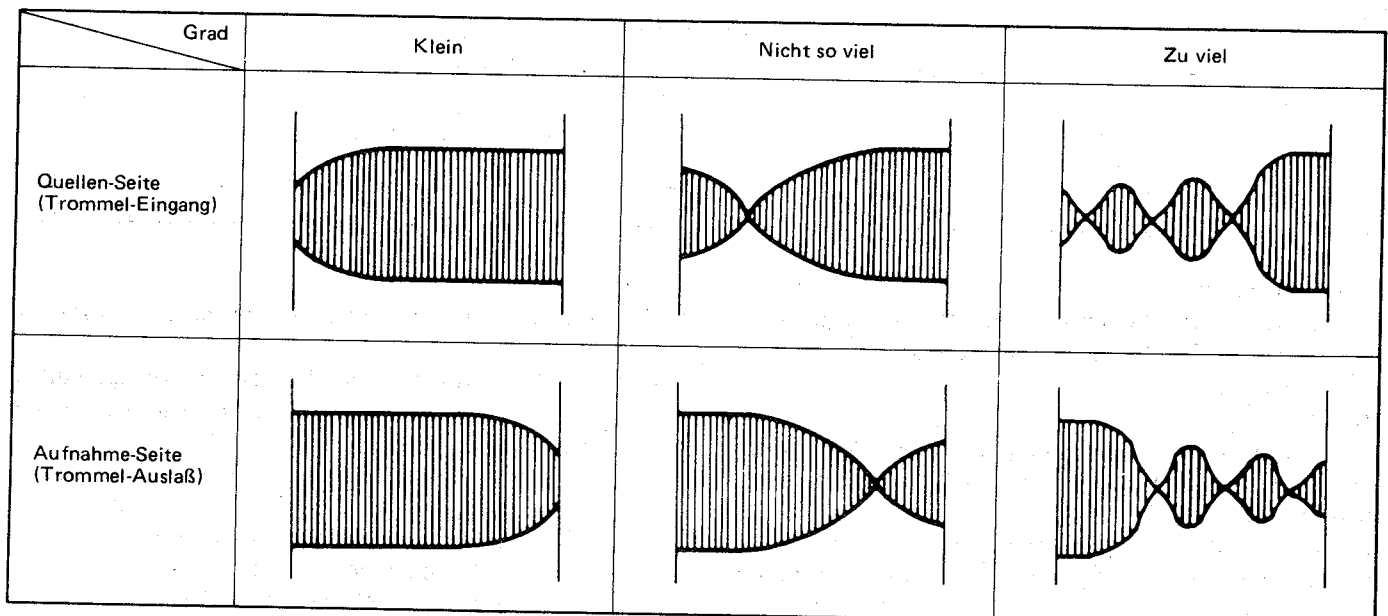

Abbildung 65.
3. Indem man auf die Hülle sieht, die Höhe der Führungswalze einstellen, damit das Band entlang der Trommel-Führung läuft. Wird das Cassetten-Band locker über oder nahe bei der Schrauben-Führungs-Position gehalten, so entstehen die in den Abb. 65 und 66 gezeigten Wellenformen (Hüllen).